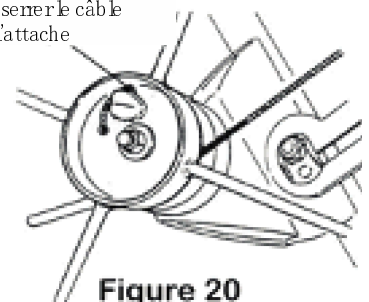

Figure 20
1. Relâcher la tension du câble jusqu'à pouvoir l'enlever de l'attache du treuil. Retirer le câble par l'orifice dans le tambour de treuil. (Figure 20)